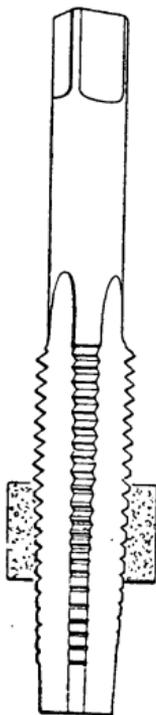

Fig. 643.
**TARAUDS.** — Les tarauds sont des vis en acier de première qualité présentant des parties tranchantes qui enlèvent peu à peu le métal des vis creuses ou écrous lorsqu'on les visse, les fait pénétrer dans le trou percé préalablement dans la pièce (fig. 643).
Parfois on se contente de deux tarauds (fig. 649-650) dont un conique et même d'un seul (fig. 643),
Le premier taraud doit avoir l'extrémité d'attaque en forme d'alésoir comme (fig. 643) afin de mettre le trou au diamètre convenable.